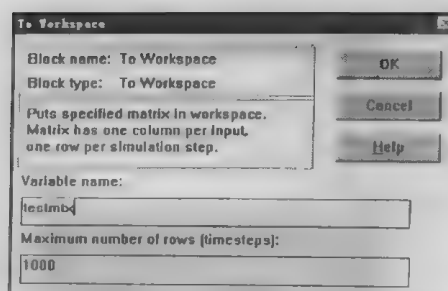
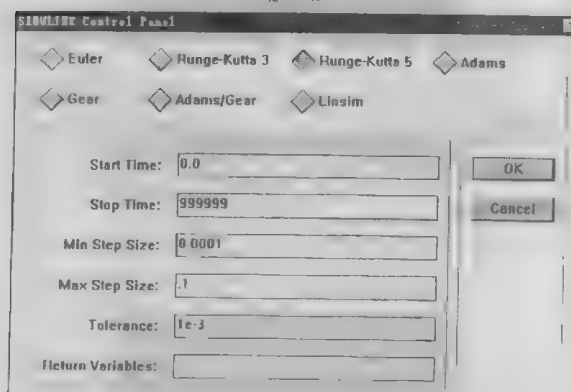

图 6-19
图 6-20
(2) 打开 To Workspace 模块, 把参数 Variable name 设为 testmtx (可以是其它的 MATLAB 的变量名), 这个变量用来保存仿真输出的结果。然后把参数 Maximum number of rows 设为需要的值, 具体结果如图 6-19 所示。
(3) 设置 Signal Generator 模块中的参数, 方法同上。由于 Signal Generator 模块的默认输出幅值为 1 的正弦波, 本例又只是一个示例, 所以也就没有必要改变其值。因此, 对该模块也就不做改变。
(4) 在模型窗口的 Simulation 菜单中选择 Parameters 命令, 于是出现如图 6-20 所示的控制面板的对话框。
分别选择积分方法为 Runge-Kutta 5, Start Time 为 0, Stop Time 为 10 s, Min Step 为 0.000 1, Max Step 为 0.1, Tolerance 为 $1e-3$, Return Variable 为空, 然后用鼠标单击 OK 按钮, 控制面板对话框就如图 6-20 所示。